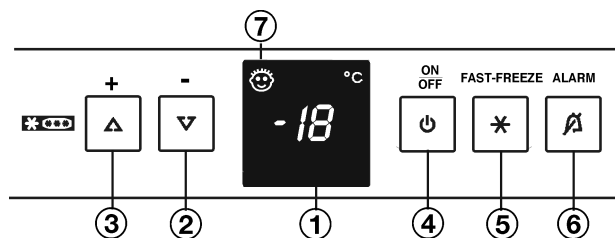

Fig. 2
- ▶ Taste On/Off *Fig. 2 (4)* drücken.
- ▶ Einstellmodus aktivieren: Taste Fast-Freeze *Fig. 2 (5)* ca. 5 s drücken.
- ▶ Mit Einstelltaste "+" *Fig. 2 (3)* und Einstelltaste "-" *Fig. 2 (2)* h wählen.
- ▶ Bestätigen: Taste Fast-Freeze *Fig. 2 (5)* kurz drücken.
- ▶ Anzeige heller einstellen: Einstelltaste "+" *Fig. 2 (3)* drücken.
- ▶ Anzeige dunkler einstellen: Einstelltaste "-" *Fig. 2 (2)* drücken.
- ▶ Bestätigen: Taste Fast-Freeze *Fig. 2 (5)* drücken.
- ▶ Einstellmodus deaktivieren: Taste On/Off *Fig. 2 (4)* drücken.